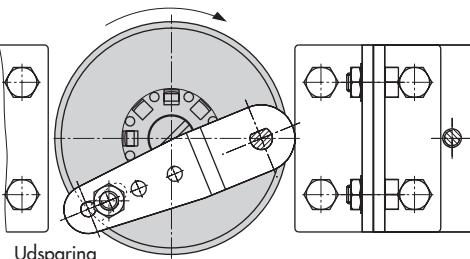

Fig. 5-23:Montering på drejeaktuatorer
- Se Fig. 5-23
1. Sæt medbringerklemmen (3) på den slidsede aktuatoraksel eller afstandsdel (5).
2. Sæt koblingshjulet (4) med den flade side imod aktuatoren på medbringerklemmen (3). Ret til efter udsparingen, så det modsvarer bevægelsesretningen, når ventilen er i lukket position (se Fig. 5-23).
3. Spænd koblingshjulet (4) og medbringerklemmen (3) fast på aktuatorakslen med skruen (4.1) og fjederskiven (4.2).
4. Fastgør det nederste sæt beslag (10.1) med bukkene pegende enten indad eller udad (afhængigt af aktuatorens størrelse) på aktuatorens hus. Sæt det øverste sæt beslag (10) på, og fastgør dem.
5. Montér tilslutningspladen (6) eller trykmålerkonsollen (7) med trykmålere på positioneren. Kontrollér, at de to tætninger (6.1) sidder korrekt. Dobbeltvirkende drejeaktuatorer uden fjedre kræver en reverseringsforstærker i forbindelsessiden på positionerens hus (se afsnit 5.6.7).
6. Skru standard medbringerstiften (2) af positionerens M arm (1). Brug medbringerstiften af metal (\varnothing 5 mm) indeholdt i monteringssættet, og spænd den i hullet til stiftposition 90° .
7. Sæt positioneren på det øverste beslag (10), og spænd den fast. Under hensyntagen til aktuatorens bevægelsesretning skal man justere armen (1), så den går i indgreb i udsparingen på koblingshjulet (4) med dens medbringerstift (Fig. 5-23). Man skal sikre sig, at armen (1) er parallel med positionerens lange side, når aktuatoren er ved halv drejevinkel.
Billedtekst til Fig. 5-22 og Fig. 5-23